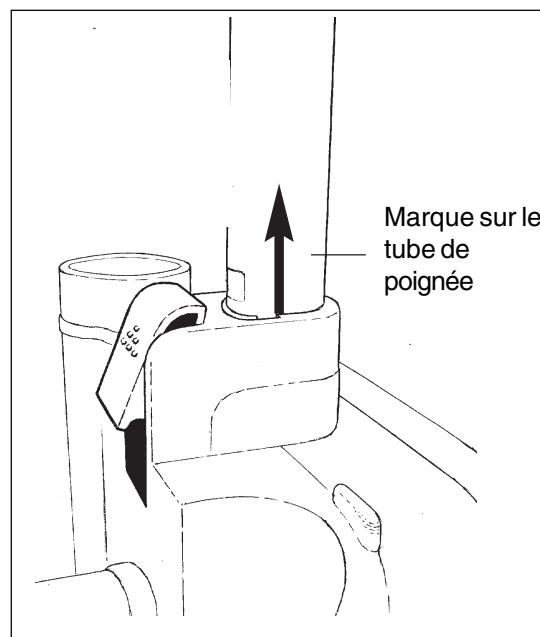

Figure 4
- a. Insérez le tube de poignée dans le collecteur de poussière supérieure (voir figure 4).